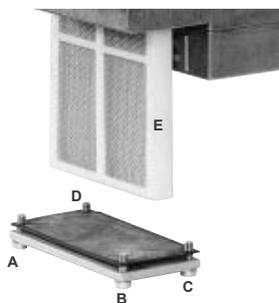

Fig. 32
- 2 Rimuovere le viti A + D (Fig. 32).
- 3 Sostituire la cartuccia del filtro E (Fig. 32).